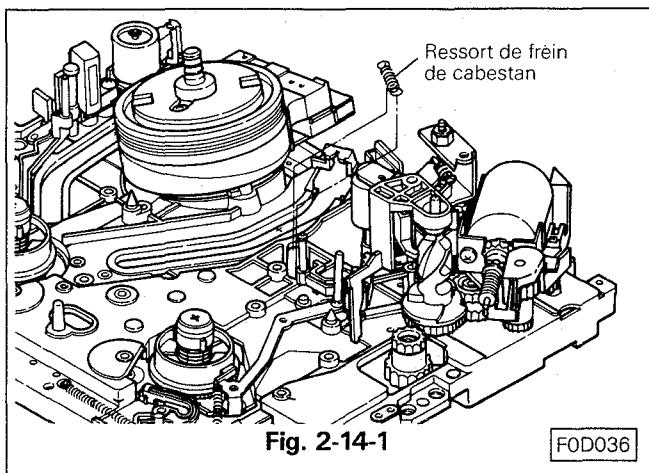

Fig. 2-14-1
2-14-1 DEMONTAGE (Voir Fig. 2-14-1)
- A. Contrôler que le commutateur de position soit en position éjection. Refixer la platine avec les cinq vis de fixation et ressouder les connexions de la tête FE. (Voir Fig. 2-14-1)
- F. Refixer le ressort du frein cabestan et du pignon de bras de chargement (côté dessus de l'appareil). (Voir Fig. 2-14-1)
- I. Contrôler que le commutateur de position est en position éjection. Fixer la platine et revisser les cinq vis. Ressouder les connexions de la tête FE. (Voir Fig. 2-14-1 et 2-14-2)